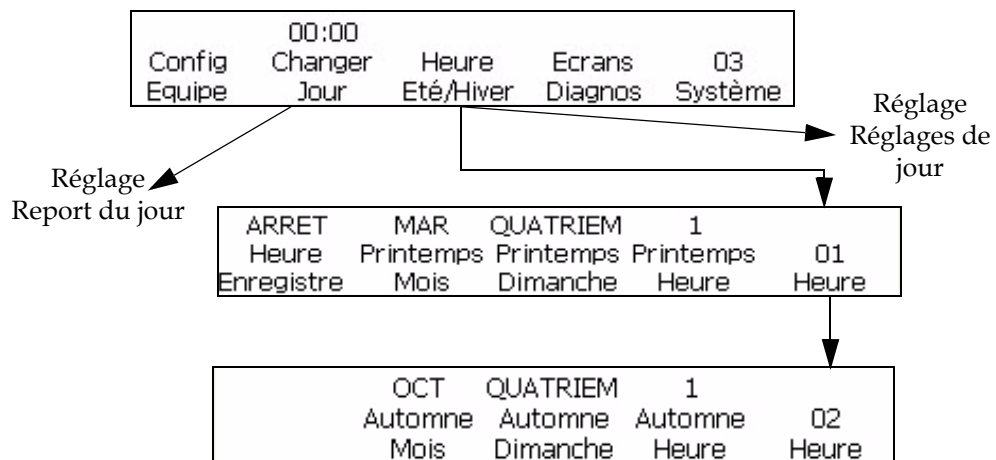

Figure 4-23: Réglage du changement de date programmable
- 1 Naviguez jusqu'à la Fenêtre <03 Système> (01 Editor > 02 Editor > 03 Editor > 04 Editor - Config. Système > 01 Système > 02 Système > 03 Système). Voir Figure 4-23.
- 1 Naviguez jusqu'à la Fenêtre <03 Système> (01 Editer > 02 Editer > 03 Editer > 04 Editer - Config. Système > 01 Système > 02 Système > 03 Système). Voir Figure 4-23.